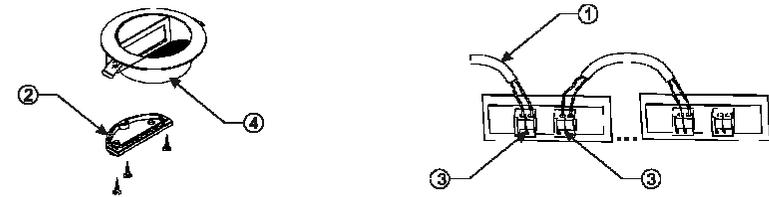

РИС. 1. Монтаж светильника без установочного короба
5.1. Монтаж светильника без установочного короба (РИС. 1)
- а) Перед установкой светильника убедитесь в отсутствии напряжения на питающем кабеле (1);
- в) Отсоедините заднюю крышку (2) светильника, вывернув крепежные винты; Проведите питающий кабель (1) сквозь заднюю крышку (2) и уплотняющую прокладку, и подсоедините его к одной из клеммных пар (3) светильника.